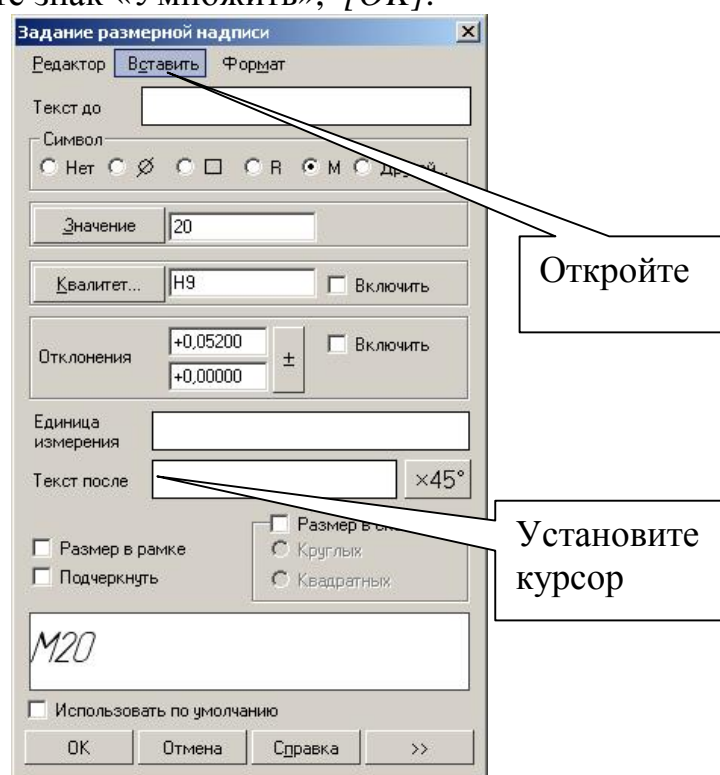

Рис. 92
6. Проставьте размеры. Для выполнения надписи «М20×2» в размерной надписи (рис. 92) после простановки знака «М» и значения «20» необходимо ввести знак умножения. Установите курсор в поле ввода «Текст после», откройте вкладки: **Вставить - Спецзнак – Простановка размеров** и выберите знак «Умножить», [OK].